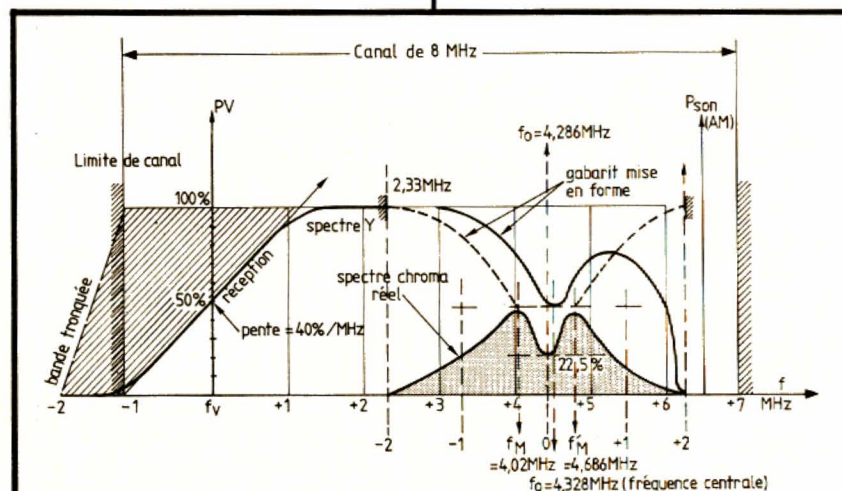

FIGURE 6 – Spectre SECAM norme L.
Les spécifications générales du standard SECAM (L) sont données en figure 6.
L'examen du spectre de la figure 6 nous montre la présence des sous-porteuses (50 %) en absence de modulation, d'où l'origine d'interférences entre luminance et chrominance.